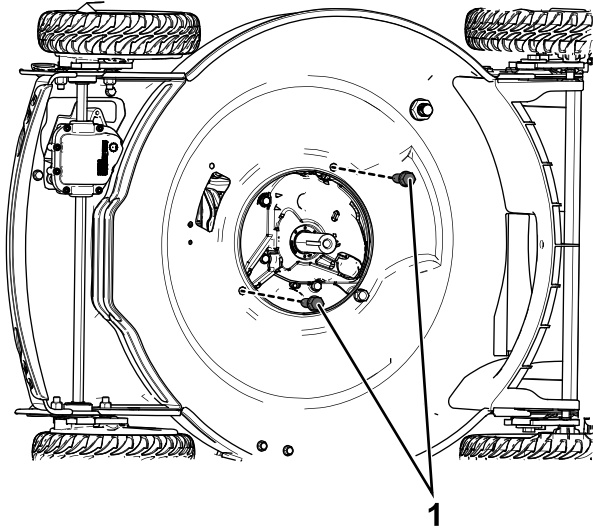

Figure 5
1. Montez les 2 boulons de support du moteur ( $\frac{3}{8}$ " x 1") et serrez-les à 46 N·m ; voir Figure 5.